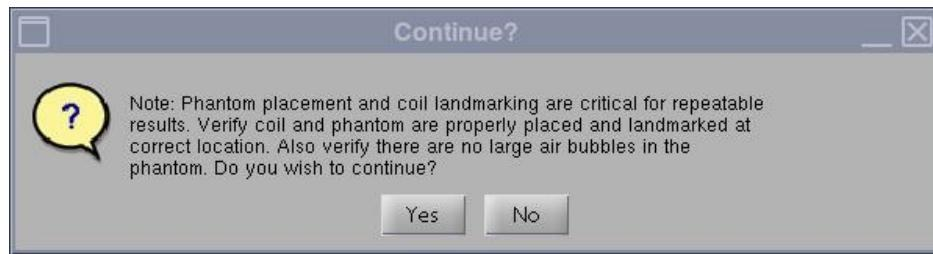

Рис. 4
3. После запуска будет выведено сообщение Phantom placement and coil landmarking are critical for repeatable results (Расположение фантома и регистрация положения катушки по ориентиру важны для получения воспроизводимых результатов). Если ориентир был установлен правильно, а в фантоме нет пузырьков воздуха, нажмите кнопку [Yes] (Да), чтобы продолжить. (См. Рис. 4).